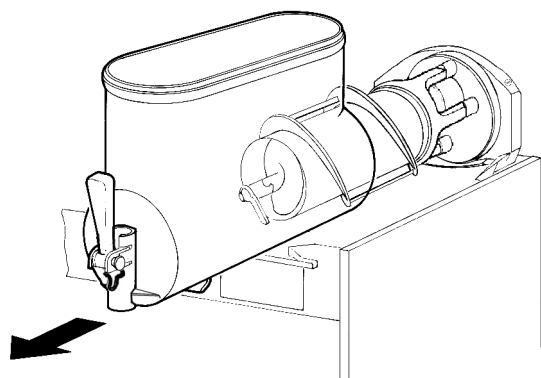

**figura 4**
**2** Smontare il contenitore spingendone leggermente la parte inferiore (lato rubinetto) verso l'alto per liberarne gli agganci inferiori (vedere figura 4) e sfilandolo successivamente dal